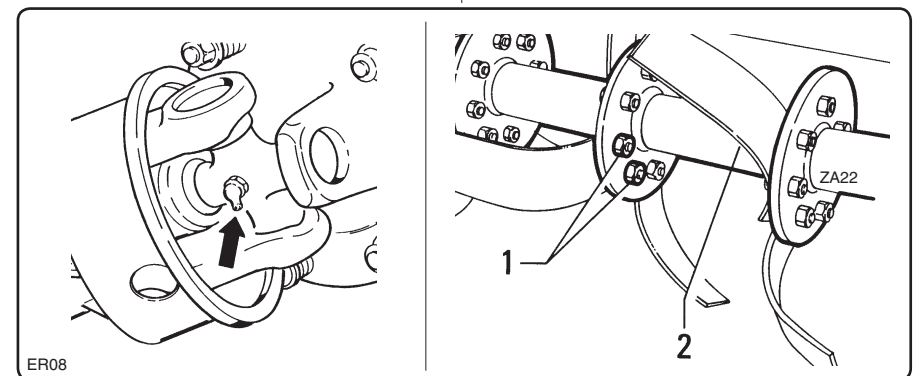

fig. 7.4.2
- Vérifiez que l'arbre à cardans est en bon état et graissez les croisillons (fig. 7.4.2).
- Contrôlez le serrage des boulons "1" de blocage des lames sur le rotor "2" (fig. 7.4.2).
- Die Gelenkwelle auf unbeschädigten Zustand prüfen und die Kreuzgelenke (Abb. 7.4.2) schmieren.